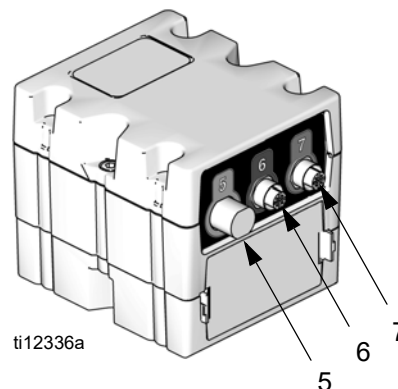

ABB. 13: Anschlüsse auf der Rückseite des Materialsteuerungsmoduls
6. Schließen Sie die Kabel an der Rückseite des Materialsteuerungsmoduls an. Siehe ABB. 13 und die folgende Tabelle.